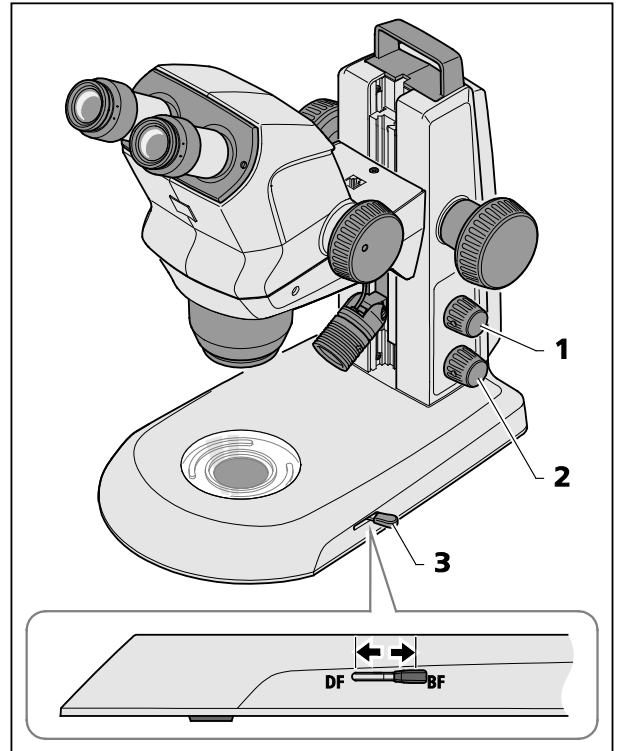

Fig. 19 Module d'éclairage diascopique dans statif K EDU
- En appuyant sur le bouton rotatif inférieur (Fig. 19/2), allumez l'éclairage diascopique.
- Avec la manette (Fig. 19/3), commutez entre éclairage en fond clair et éclairage en fond noir.
- Position avant : fond noir (DF)
- Position arrière : fond clair (BF)
En appuyant sur le bouton supérieur (Fig. 19/1) vous pouvez ajouter un éclairage épiscopique (voir sous le point 4.2 à la page 26).